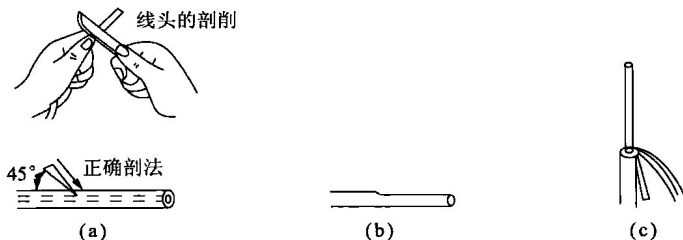

图 1.2 用电工刀剖削塑料硬线绝缘层
- (1) 根据所需的长度用电工刀以 45° 角斜切入塑料绝缘层(图 1.2(a))。
- (2) 接着刀面与芯线保持 15° 左右,用力向线端推削,不可切入芯线,削去上面一层塑料绝缘层(图 1.2(b))。
(3) 将下面的塑料绝缘层向后扳翻,最后用电工刀齐根切去(图1.2(c))。